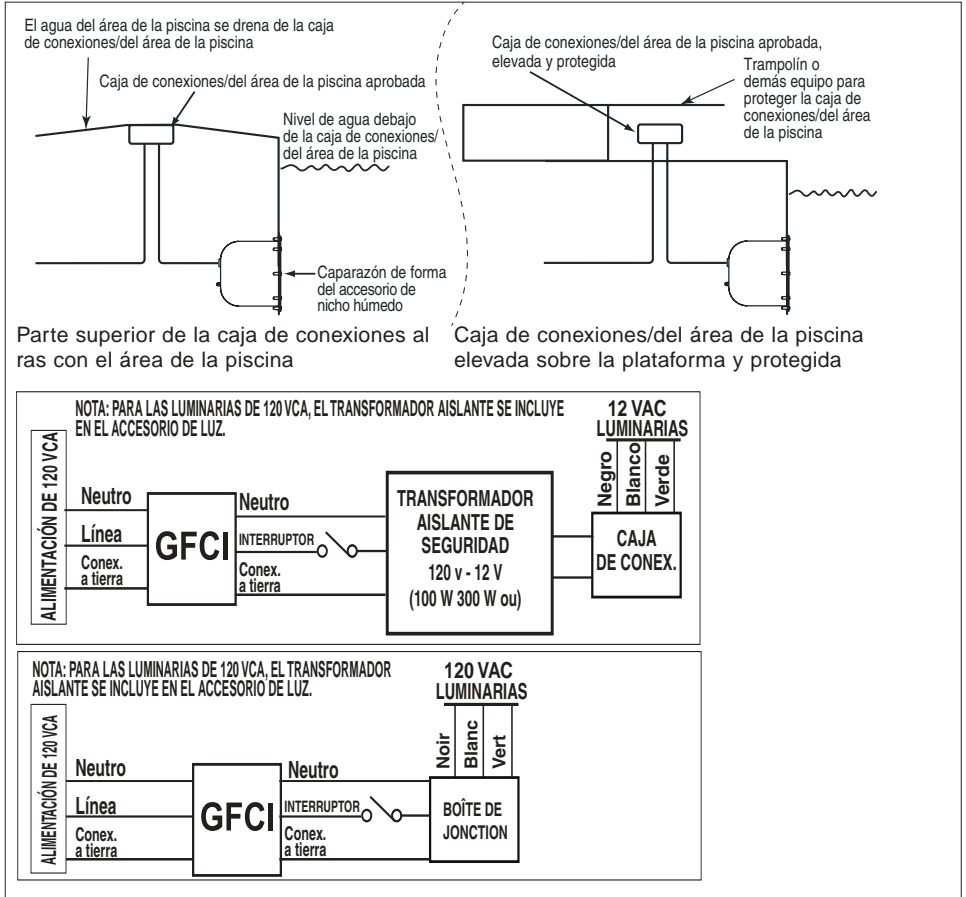

Figura 2, CANADÁ.
- 120 Volts: El circuito de iluminación debe tener un interruptor de circuito con descarga a tierra (GFCI) y un disyuntor térmico de circuitos con la capacidad adecuada. Vea la figura 2 de la página 8.
- 120 /12 Volts: El circuito de iluminación debe tener un interruptor de circuito con descarga a tierra (GFCI) y un disyuntor térmico de circuitos con la capacidad adecuada. Vea la figura 2 de la página 8.
- El GFCI o un transformador deben ubicarse al menos a 3 metros o más de distancia del borde de la piscina; vea la \*NOTA y la figura 2 de la página 8.
- La caja de unión/área de la piscina debe sellarse en el conducto para evitar que entre agua en la caja; vea la figura 2 de la página 8.
**IMPORTANTE! 120 VCA AND 12 VCA LUMINARIAS DEVEN TENER UNA GFCI CONNECION. ABAJO VEA LA FIGURA 2 ABAJO.**